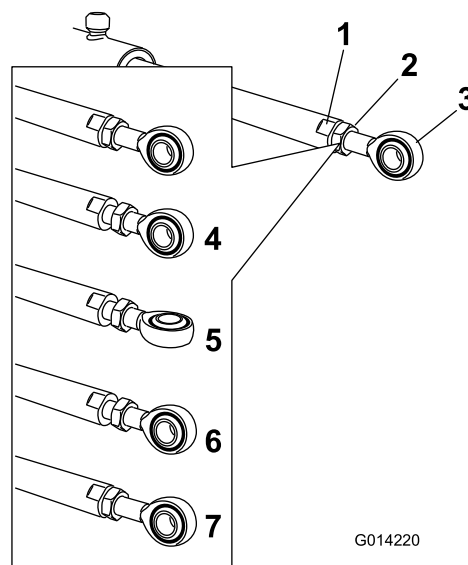

図 64
ム・ナットをゆるめて、アイレットロッドを回せるようにする（図 64）。
6. アイレットロッドを回転させてアクチュエータを希望の長さに調整する（図 64）。